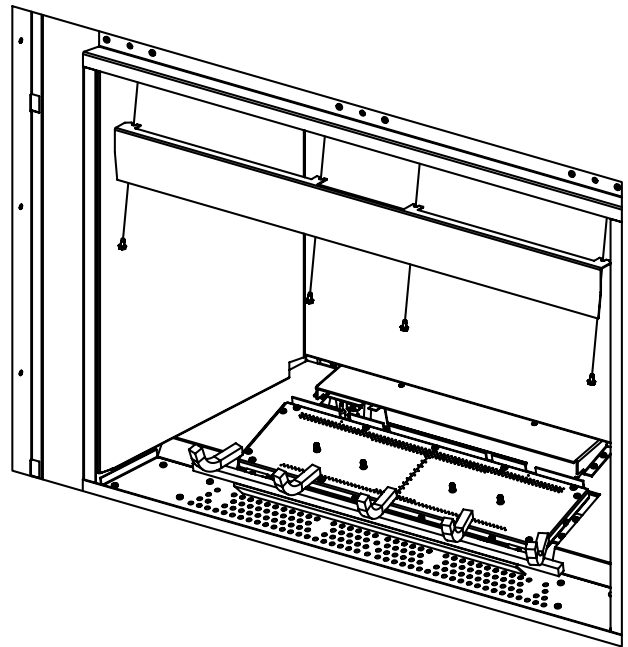

Figure 72: Retrait du déflecteur de lumière
2. Retirez le déflecteur de lumière en desserrant les quatre vis de fixation avec une douille 5/16 (voir Figure 72).